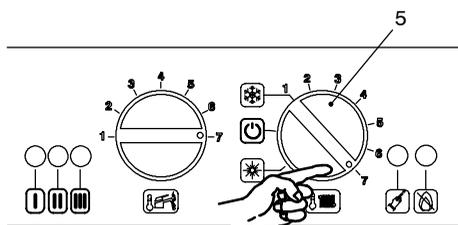

fig. 7.5
- 2 Ruotare il selettore 5 come in fig. 7.5
- 10 Ruotare il selettore 5 come in fig. 7.5